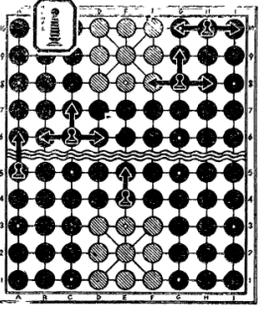

Рис. 11
10. Ход пешки. Пешка ходит и бьет по вертикали на один пункт вперед, а вступив в лагерь прогнщика (перейдя реку), приобретает право двигаться и бить также и по горизонтали (вправо и влево) (рис. 11). По достижении последней линии превращения пешки в фигуру в китайских шахматах не происходит, и она имеет право двигаться только в стороны по последней горизонтали.